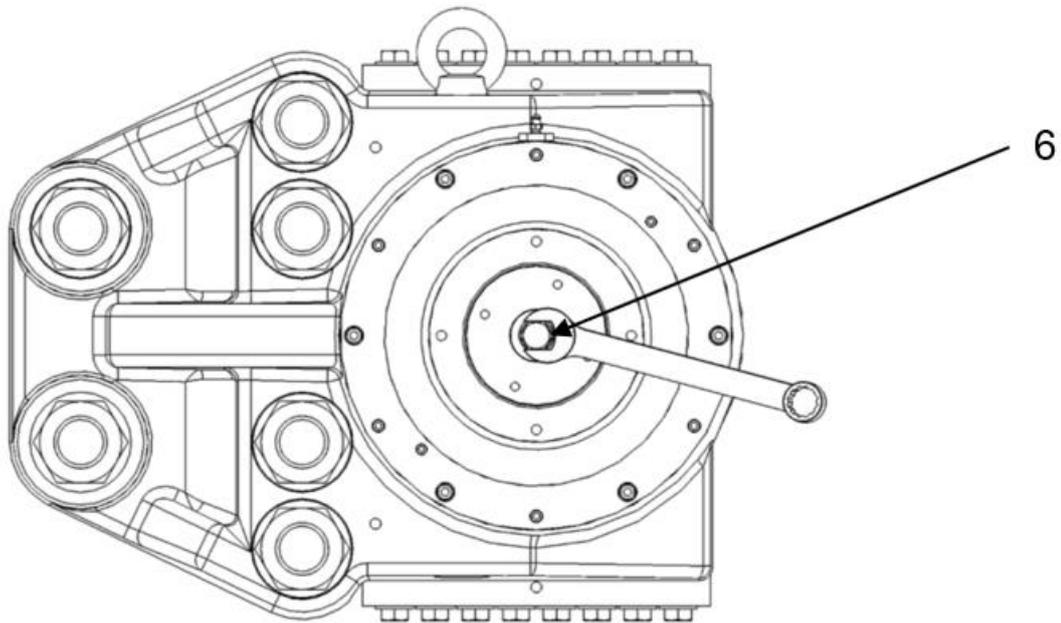

Bild 5.5
6. Mit einem Schraubenschlüssel Bild 5.5 ziehen Sie nun die Schraube für die Verschleißüberwachung **06** an bzw. lockern sie, bis der Spalt zwischen Belag und Scheibe den gewünschten Wert „PG“ Pad Gap siehe Typenschild Bremse erreicht.
3. Entfernen Sie die Sicherungsscheibe **15**, um die Schraube für die Verschleißüberwachung **06** freizulegen Bild 5.5, siehe Kapitel 5.3.
4. Mit einem Schraubenschlüssel oder einem Steckschlüssel ziehen Sie nun die Schraube für die Verschleißüberwachung **06** an bzw. lockern sie, bis der Spalt zwischen Belag und Scheibe ausreichend ist für das Einsetzen des neuen Belags Bild 5.5.